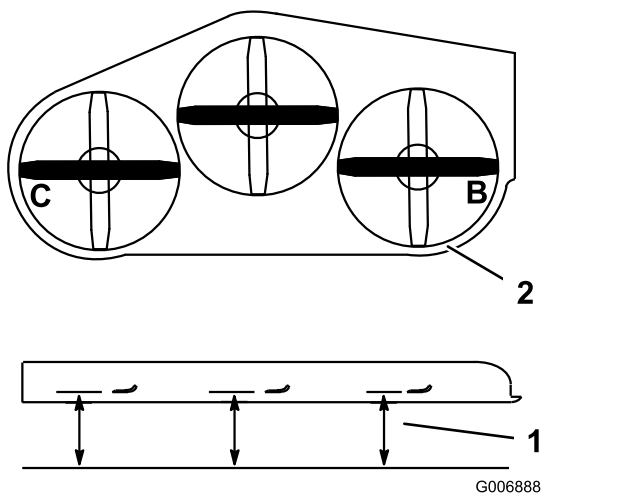

Figure 104
1. Tournez la lame **droite** latéralement (Figure 104).
2. Mesurez la distance au point **B** entre la surface plane et le tranchant de la pointe de la lame droite (Figure 104).
4. Tournez la lame gauche latéralement (Figure 104).
5. Mesurez la distance au point **C** entre la surface plane et le tranchant de la pointe de la lame gauche (Figure 104).